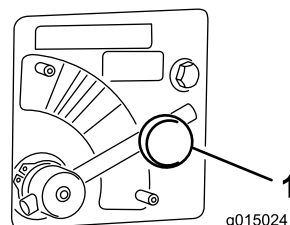

Рисунок 6
1. Ослабьте затяжку ручки крепления рычага клапана разбрасывателя (Рисунок 6).
2. Поверните рычаг клапана разбрасывателя в сектор выбранного цвета (Рисунок 6).
Поверните рычаг клапана разбрасывателя в **СИНИЙ** сектор (МАКС. СКОРОСТЬ) (Рисунок 6). Повернутый до упора по часовой стрелке рычаг должен находиться в горизонтальном положении.